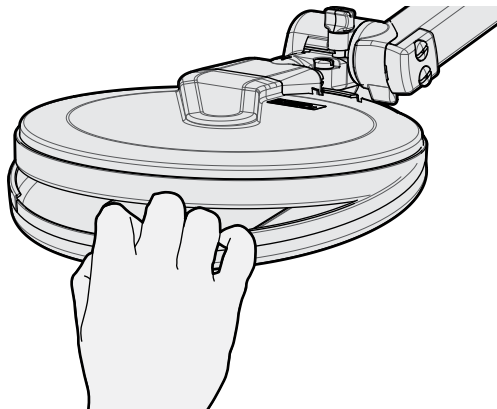

Figura 28: Sustitución de la tapa protectora
- g. Para sustituir la tapa protectora, retire la original utilizando los dedos como palanca para separarla de la cabeza de búsqueda y, posteriormente, coloque la tapa protectora de reemplazo en la cabeza de búsqueda (vea la Figura 28).